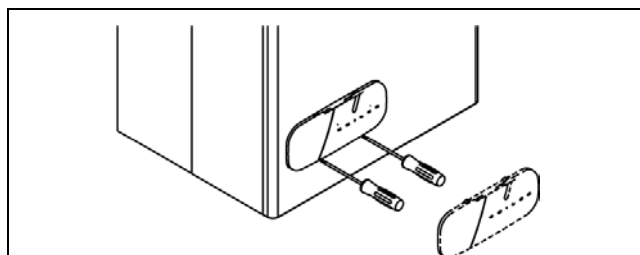

Рис. 3.2
- используя отвертку как рычаг, снимите пластинку, закрывающую панель управления (Рис. 3.2)